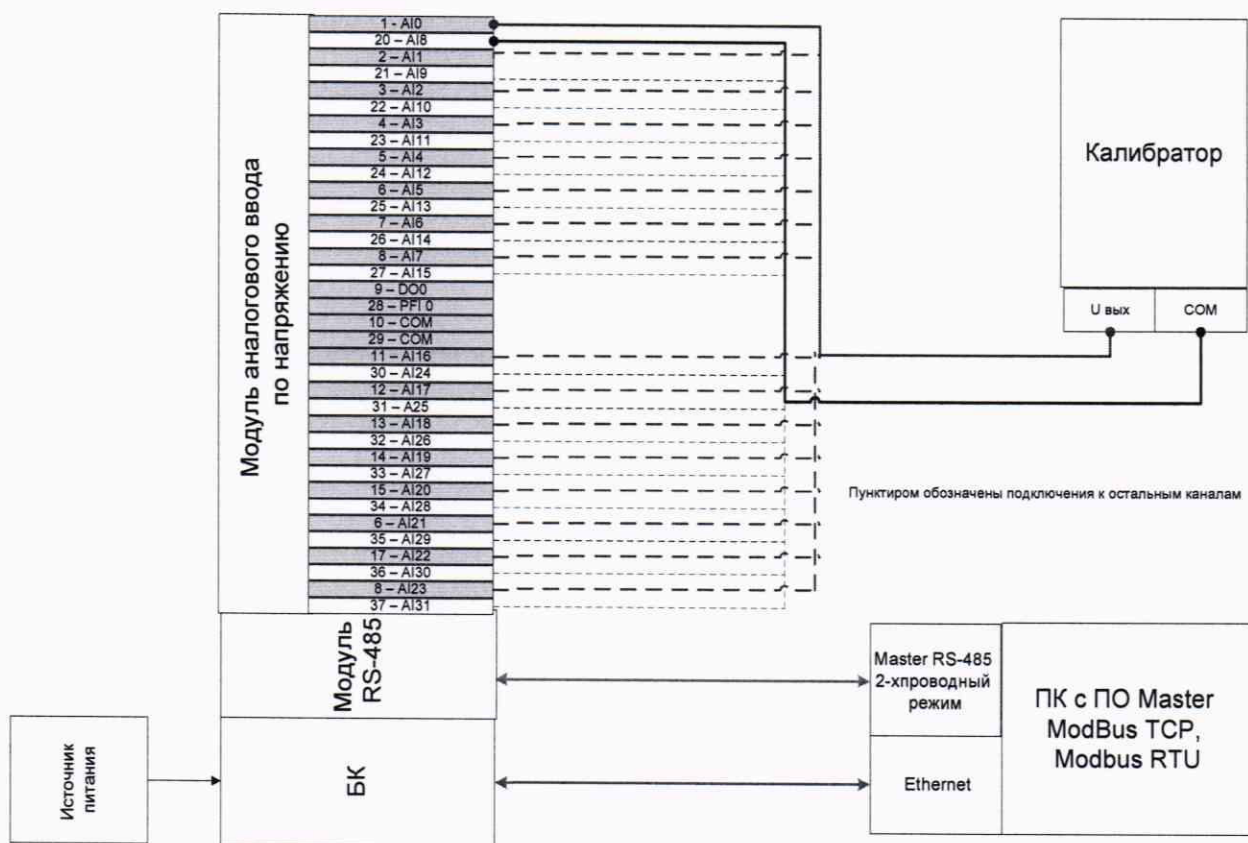

Рисунок 3 - Схема подключения калибратора к модулю аналогового ввода со входом по напряжению
- для канала со входом $-5...+5 В$ к модулю аналогового ввода со входом по напряжению (рис.3).
- для канала со входом -5...+5 В к модулю аналогового ввода со входом по напряжению (рис.3).